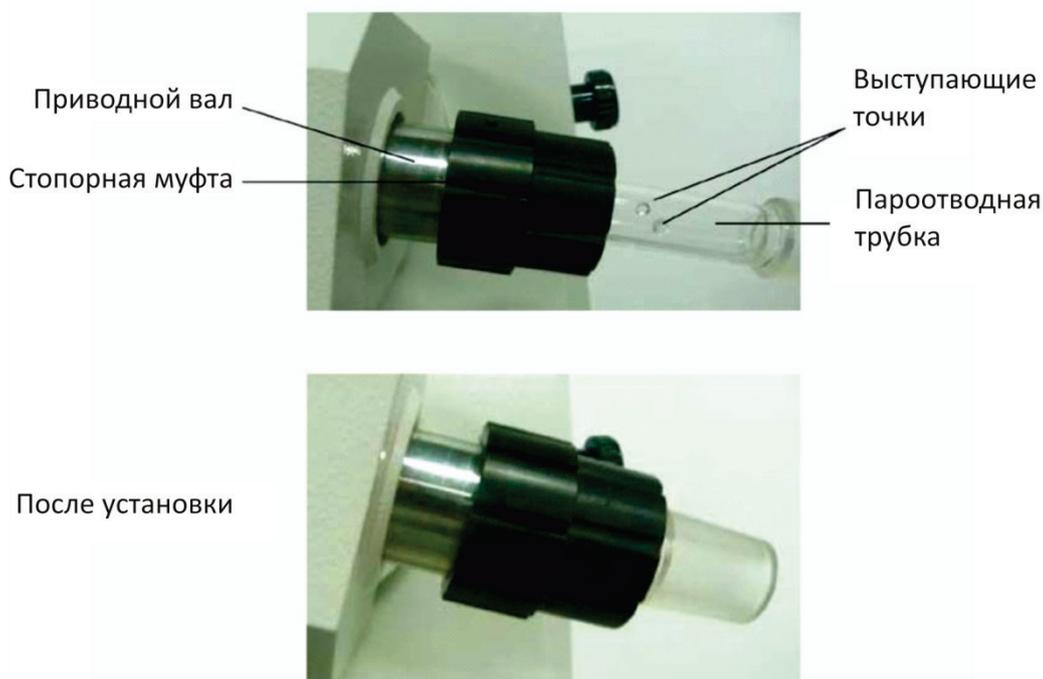

Рисунок 2
- 8.2. Монтаж пароотводной трубки (Рисунок 2).